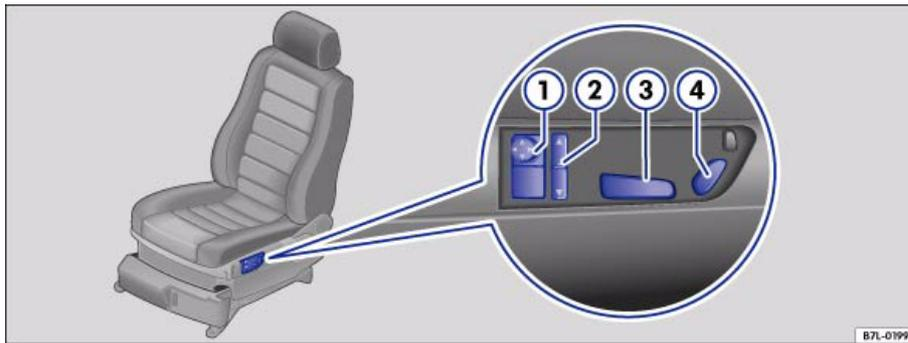

Abb. 57 Bedienelemente für die elektrische Sitzeinstellung
– Betätigen Sie den entsprechenden Schalter ⇒ Abb. 57, um den Vordersitz körpergerecht einzustellen ⇒ ⚠.
- ① Lendenwirbelstütze einstellen. Die Lehnenpolsterpartie wölbt sich durch die Einstellung im Lendenwirbelbereich mehr oder weniger aus. Dadurch wird die natürliche Krümmung der Wirbelsäule besonders wirksam unterstützt.
- ② Gurthöhe elektrisch²³⁾ einstellen.
- ③ Sitzfläche in Höhe und Längsrichtung einstellen. Achten Sie darauf, dass das Gurtband richtig verläuft ⇒ Heft 2.1 „Sicherheit geht vor“, Kapitel „Sicherheitsgurte“.
- ④ Neigung der Rückenlehne einstellen.